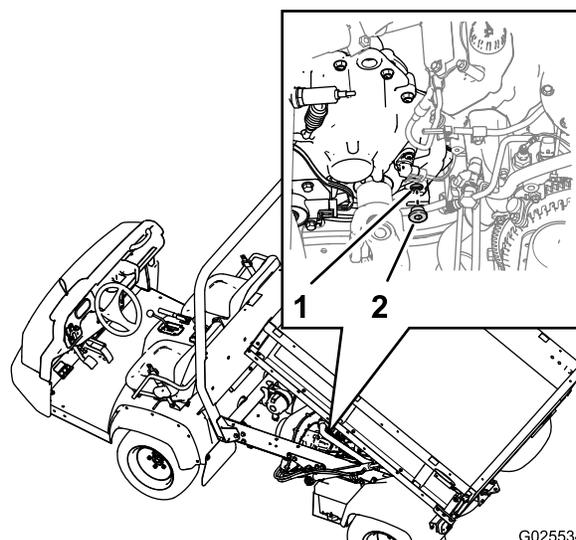

Figure 67
3. Tournez le bouchon dans le sens antihoraire et enlevez-le de l'orifice de remplissage de la transmission (Figure 67).
4. Si le niveau d'huile de transmission est trop bas, faites l'appoint d'huile du type spécifié par l'orifice de remplissage jusqu'à ce que le niveau d'huile atteigne le bas du filetage de l'orifice (Figure 67).
6. Remettez le bouchon de remplissage sur la transmission et serrez-le à la main (Figure 67).
1. Trouvez le bouchon de remplissage au bas de la zone intérieure à l'arrière de la transmission (Figure 67).